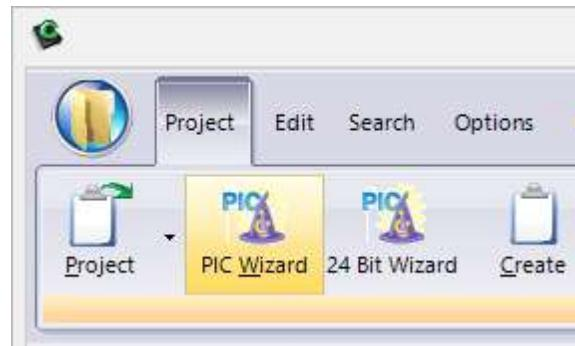

Рисунок 3.2.1 – Процес створення проекту у **IDE PCWH**
1. Запустити **IDE PCWH**, натиснути кнопку **Projects** майстра **PIC Wizard** (рис. 3.2.1):